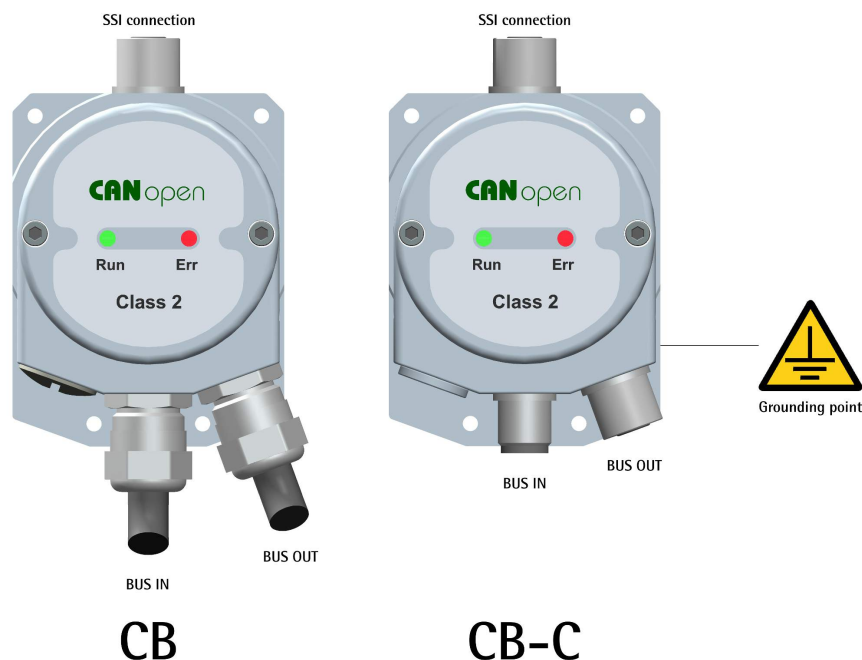
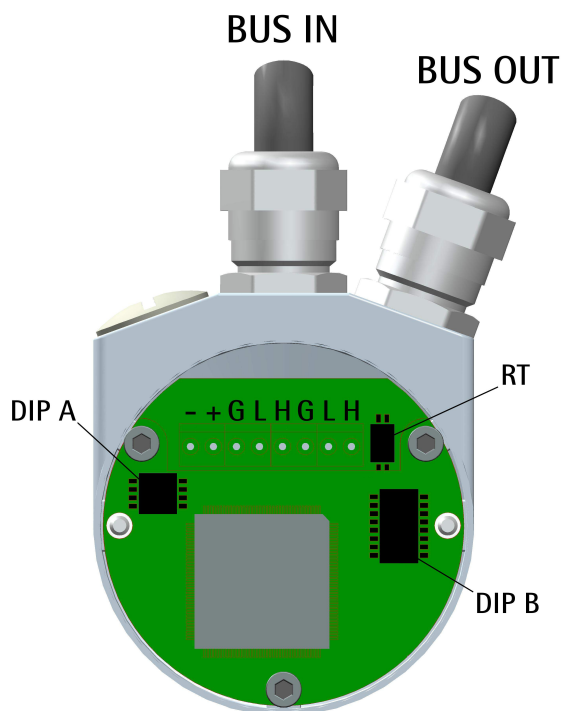
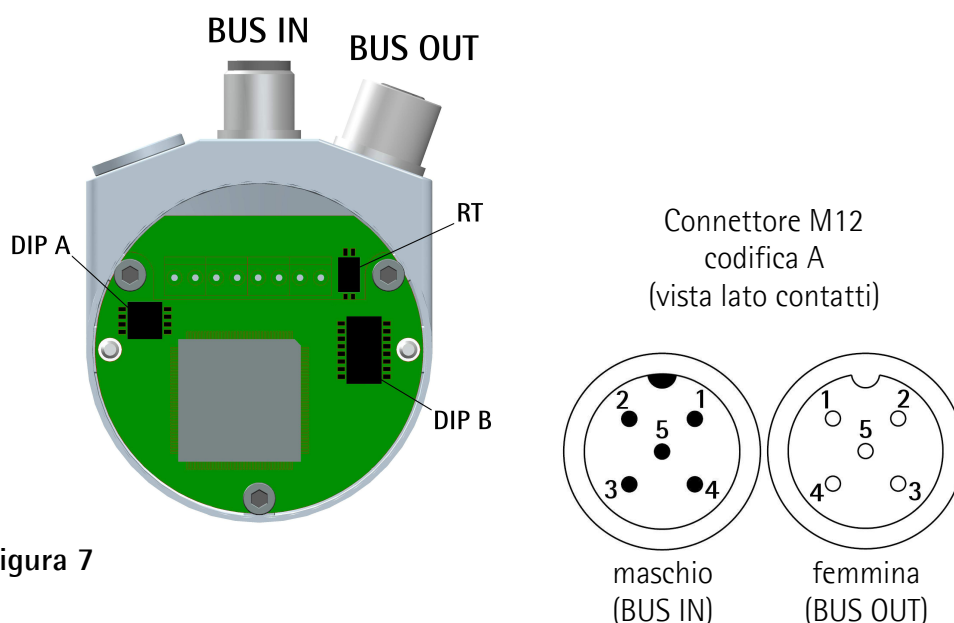

Figura 4
Figura 6
Figura 7
4.2 Connessioni SSI (Figura 4)
4.3 Gateway CANopen con pressacavi: versione CB (Figura 4 e Figura 6)
4.4 Gateway CANopen con connettori M12: versione CB-C (Figura 4 e Figura 7)
4.8 Velocità di trasmissione dati: DIP A (Figura 6 e Figura 7)
4.9 Indirizzo nodo: DIP B (Figura 6 e Figura 7)
4.10 Resistenza di terminazione (Figura 6 e Figura 7)